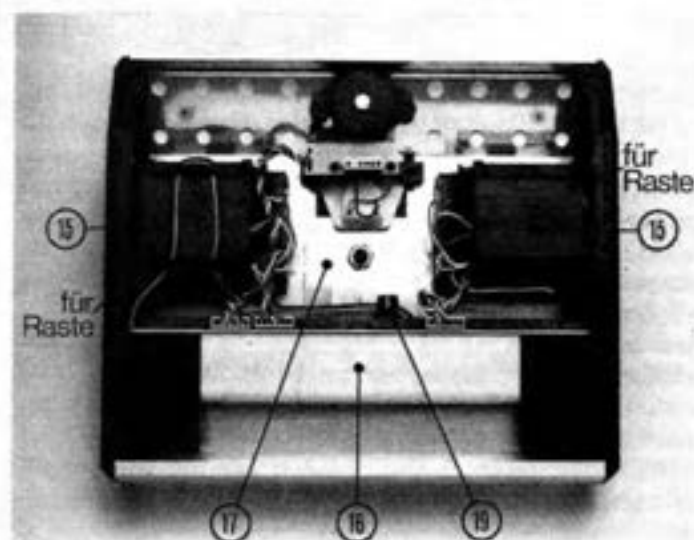

Bild 13
I. 3 Sender – Innenansicht (Bild 13)